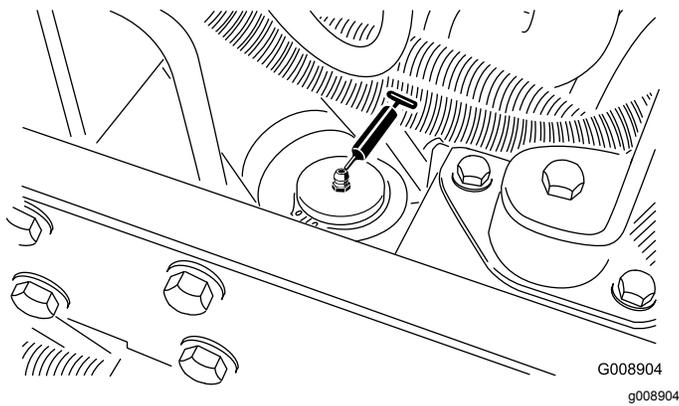

Figura 59
- Cilindro de dirección (Figura 59).